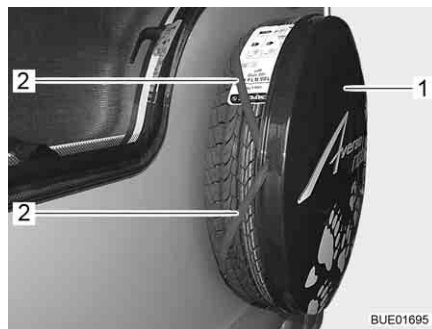

Fig. 226 Plaque de recouvrement
- Enlever la plaque de recouvrement (Fig. 226, 1). Retirer pour ce faire les élastiques (Fig. 226, 2) de sur le pneu